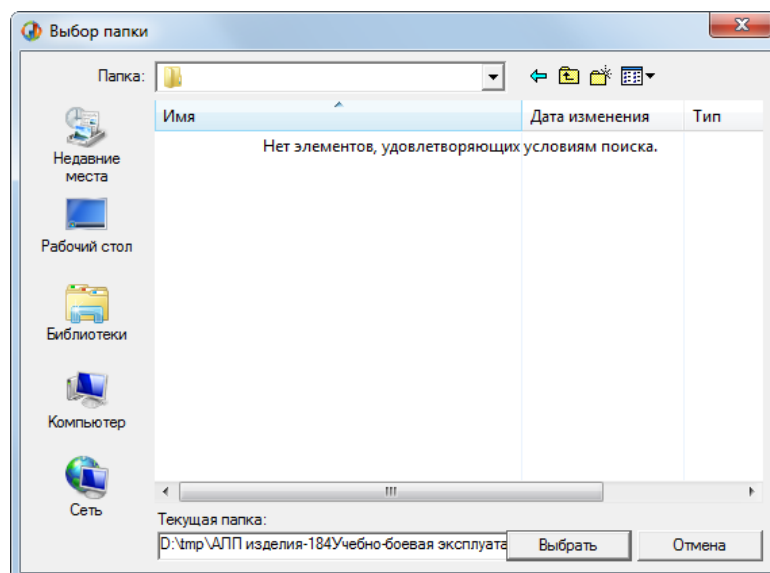

Рис. 10-96 – Диалоговое окно выбора папки
3) Нажать кнопку «Импорт из подсистемы АЛП» панели «Импорт/экспорт» и в открывшемся стандартном диалоговом окне «Выбор папки» перейти в созданную папку (имя выбранной папки отображается в поле «Текущая папка»²²⁾), после чего нажать кнопку «Выбрать» (рис. 10-96).